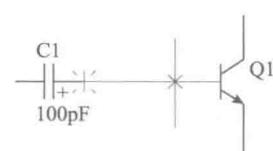

图 1-10 连接元器件
⑤当放置好所有的元器件之后，可以开始用导线将各个元器件连接起来。用鼠标单击快捷菜单栏的导线按钮或者单击菜单“放置→导线”，光标变成“*”状时，就可以连接各个元器件了。如果仔细观察的话，会发现光标捕捉到带有电连接性的点时，“*”字就变大且变成红色。按照“左键确定、右键取消”的原则操作鼠标连线，如图 1-10 所示。